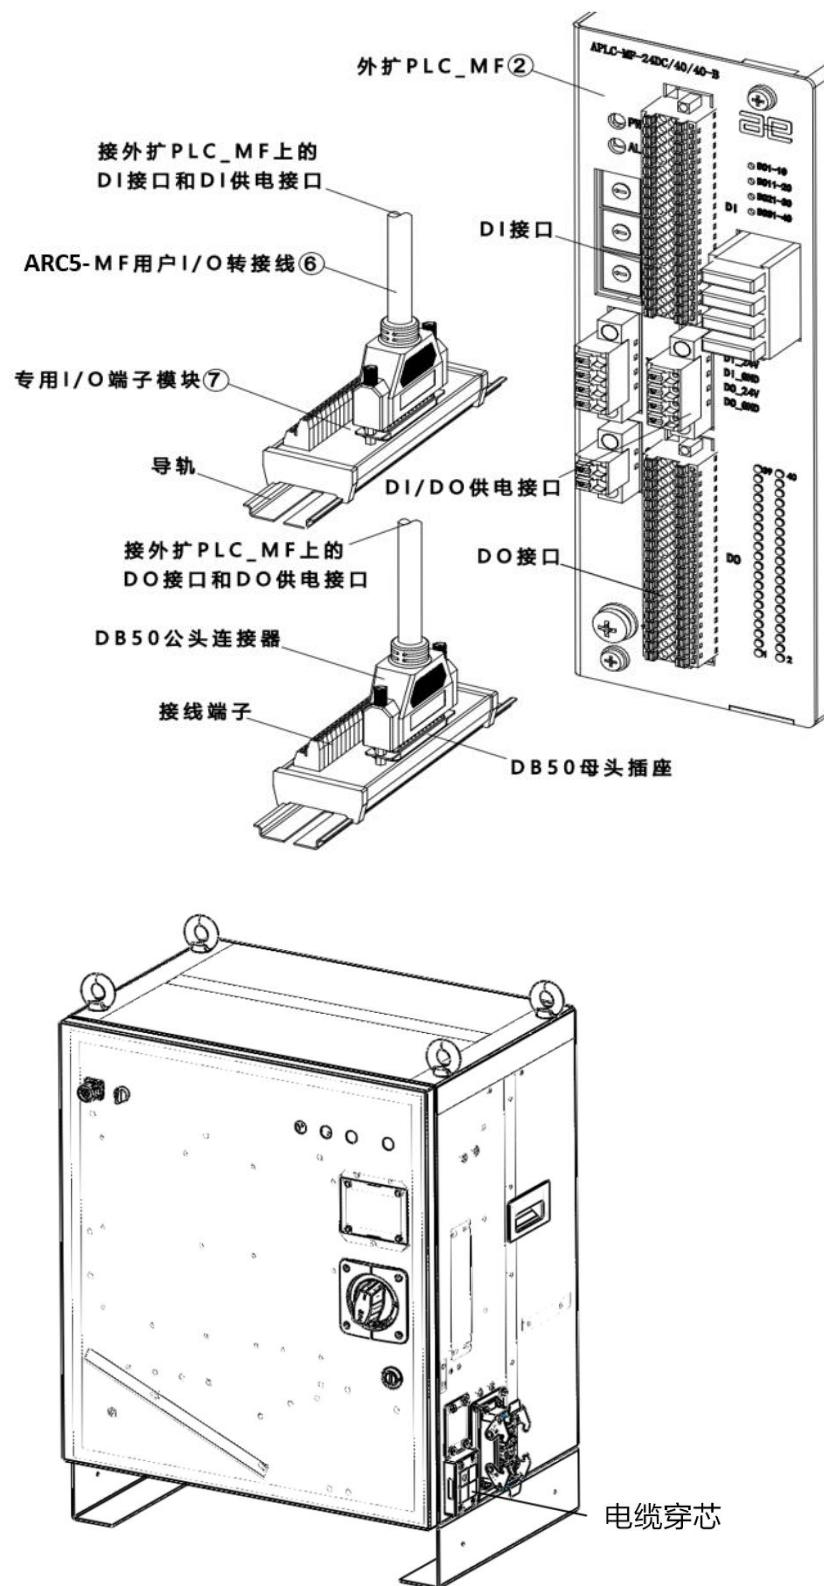

图 20-5 连接用户 I/O 端子示意图
另一端接在 ⑦ 用户 MF I/O 端子模块上，参考图 20-5。2 根 ARC5-MF 用户 I/O 转接线通过控制柜右侧电缆穿芯接出柜体，PLC_MF 波特率设置参考表 19-14。